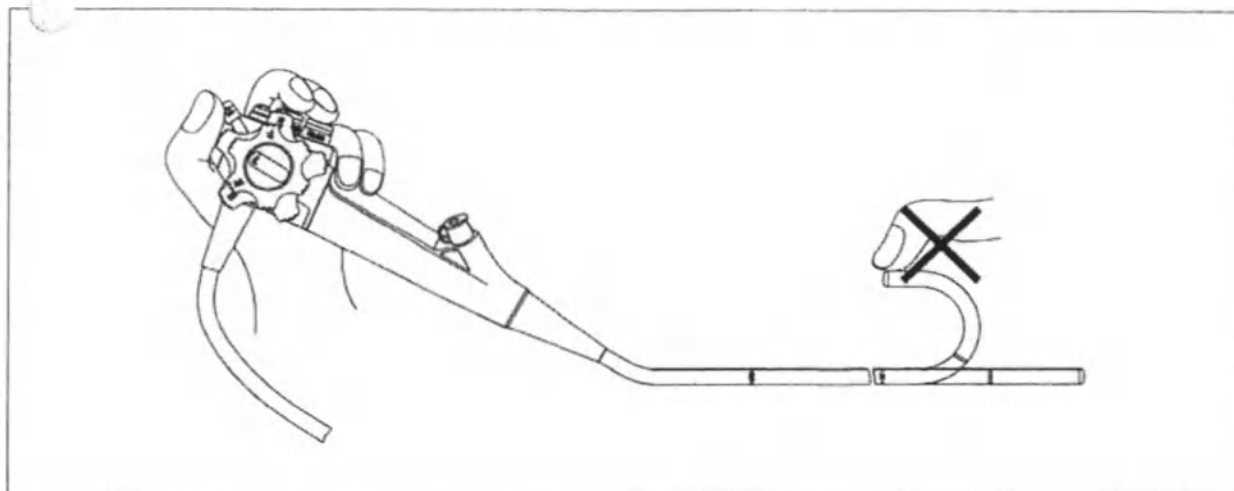

Рис.10.
4. Медленно приведите в действие ручку управления изгибом, чтобы убедиться, что изгибаемая часть, ручка управления изгибом и фиксатор изгиба работают гибко, эффективно, надёжно и не заедают. Убедитесь, что угол изгиба соответствует требованиям. (см. рис. 10)